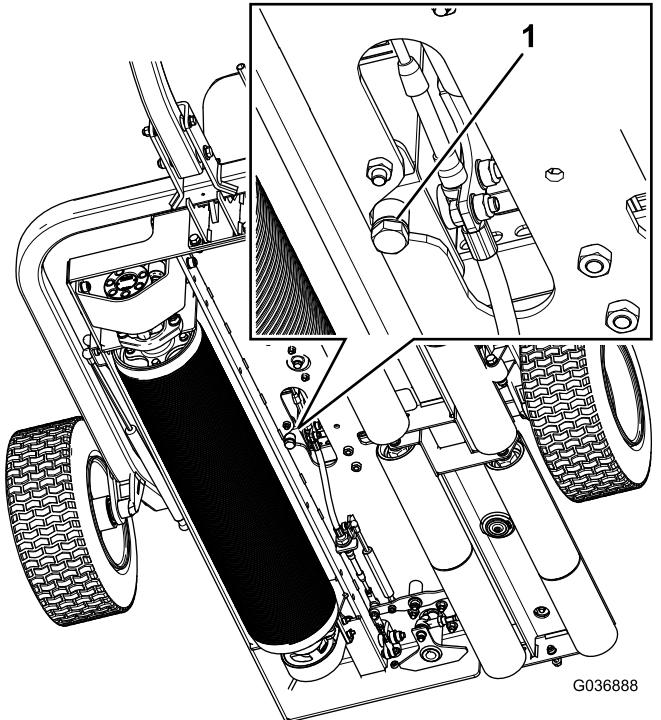

Figura 35
2. Rimuovete il tappo di spurgo dalla parte inferiore del serbatoio (Figura 35).